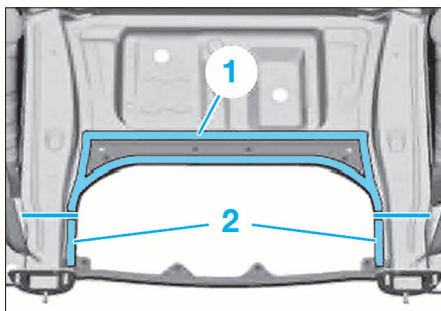

FIG. 39
- Défaire les cordons de soudure dans les zones (1) (Fig.39).
- Souder les éléments neufs dans les zones (2) (Fig.39 et 42).